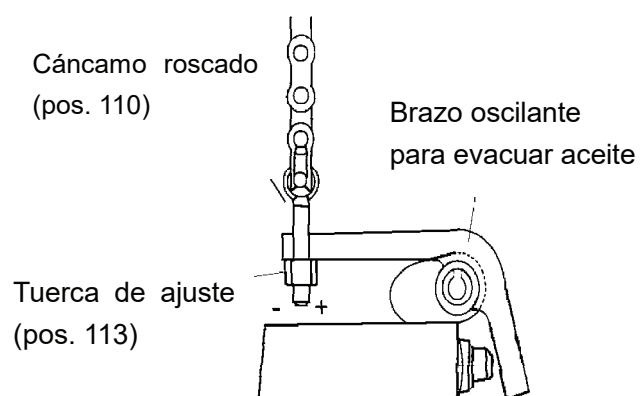

Fig. 2
En caso de que las funciones no se ejecuten correctamente, ajustar la contratuerca (pos.113) tal y como se indica continuación. Véase fig. 2.